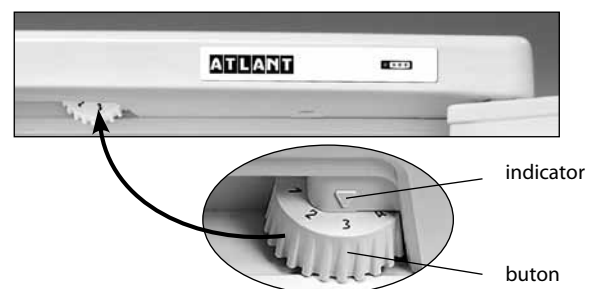

Figura 3 – Reglarea temperaturii
**1.5** Elementul de reglare a temperaturii din frigider, în conformitate cu Figura 3 este butonul de reglare a temperaturii (numit în continuare – buton), care se află sub masca frigiderului. Butonul se rotește în sensul acelor de ceasornic sau în sensul contrar al acestora și are diviziuni numerice. Diviziunea "1" corespunde celei mai joase setări de temperatură (răcire minimă) în camera frigorifică, diviziunea "7" – celei mai înalte setări de temperatură (răcire maximă). Pentru a regula temperatura, fixați diviziunea butonului sub indicator.
Deschideți ușa CF și fixați sub indicator diviziunea "2" a butonului. Închideți ușa CF. Pentru setarea temperaturii optime pentru păstrarea produselor în camera frigorifică, efectuați reglarea cu ajutorul butonului în conformitate cu figura 3. În cazul dacă după ajustarea sau schimbarea condițiilor de exploatare compresorul a început să funcționeze continuu, este necesar de a roti rola în direcția reducerii decalajului digital până când